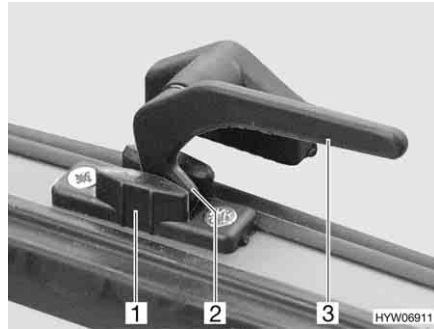

Bild 50 Verriegelungshebel in Stellung "Dauerbelüftung"
- in Stellung "Dauerbelüftung" (Bild 50)
- Den Verriegelungshebel (Bild 50,3) eine viertel Umdrehung zur Fenstermitte hin drehen.
- Den Verriegelungshebel eine viertel Umdrehung zum Fensterrahmen hin drehen. Die Verriegelungsnase (Bild 50,2) dabei in die Aussparung der Fensterverriegelung (Bild 50,1) einfahren.